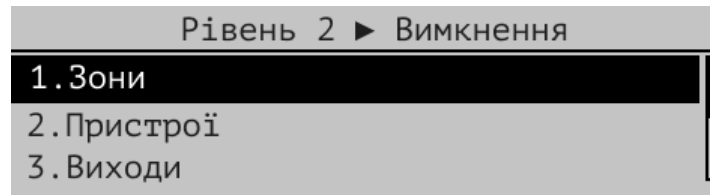

Рисунок 9.3.1 – Вікно меню об'єктів вимкнення/увімкнення
9.3.1 В розділі меню [Вимкнення] надається можливість вимкнення та повторного увімкнення компонентів СПСА: зон, пристроїв, виходів, входів, автоматики ПУІЗ, а також передавання подій на ПЦПС. Вікно меню показано на Рис. 9.3.1.